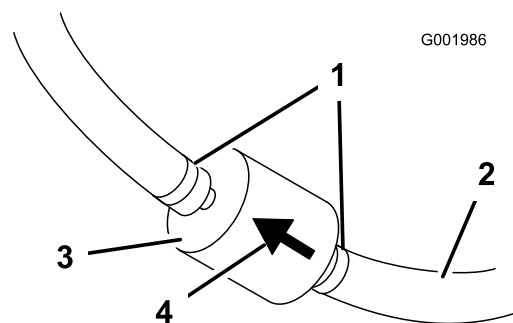

Figura 41
5. Apriete los extremos de las abrazaderas y deslícelas por el tubo alejándolas del filtro (Figura 41).